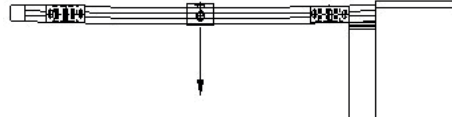

Abb. 33: Draufsicht Tuchstützdrahtwinkel
- » Führen Sie den Tuchstützdraht (3 – Abb. 33) durch den mittleren Tuchstützdrahtwinkel (4 – Abb. 33) und durch die Spanner (5 – Abb. 31) in die Drahtklemmen (6 – Abb. 31). Zur Rutschsicherung legen Sie das Drahtende 90° um.
- » Drehen Sie die Klemmschrauben (7 – Abb. 33) mit einem 2,5 mm Innensechskantschlüssel fest.